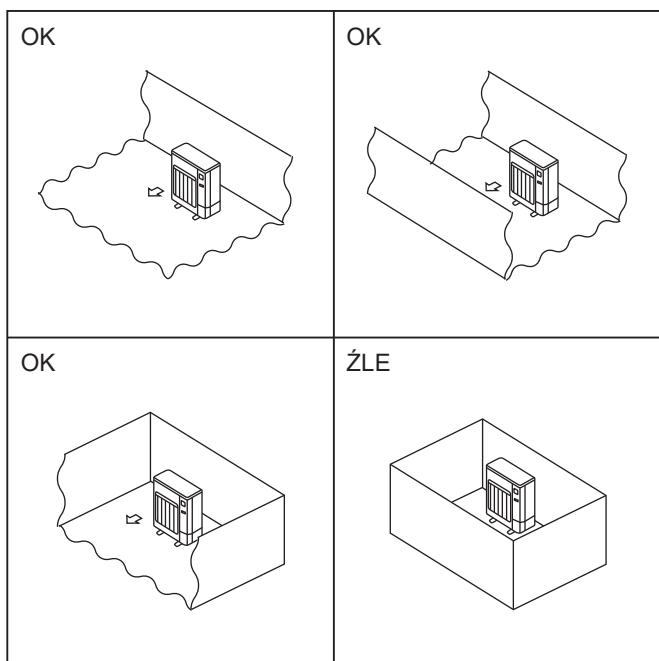

Fig. 2-2
- ◎ Jednostki zewnętrzne należy instalować w miejscach, które są otwarte z co najmniej jedną z czterech stron i oferują dostatecznie dużą powierzchnię bez zagłębień. (Fig. 2-2).